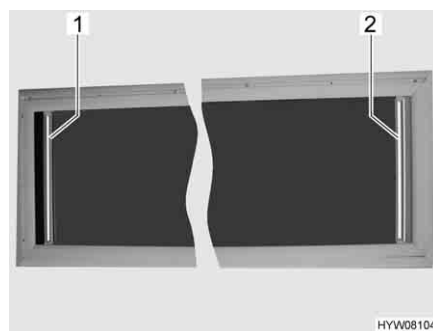

Fig. 54 Finestra apribile sul tetto
- Afferrare la tendina oscurante pieghevole (Fig. 54,2) per la parte centrale della barra di presa, estrarla e rilasciarla nella posizione desiderata. La tendina oscurante pieghevole rimane in questa posizione.
- Afferrare la tendina oscurante pieghevole (Fig. 54,2) per la parte centrale della barra di presa e spingerla lentamente nella posizione iniziale.
- Afferrare la zanzariera a rullo per la parte centrale della barra di presa (Fig. 54,1) ed estrarla, fino a quando non si trova in contatto con la tendina oscurante pieghevole (Fig. 54,2).
- Tirare la barra di presa (Fig. 54,1) della zanzariera a rullo dietro, verso l'alto, e sganciare dalla barra di presa della tendina oscurante pieghevole.